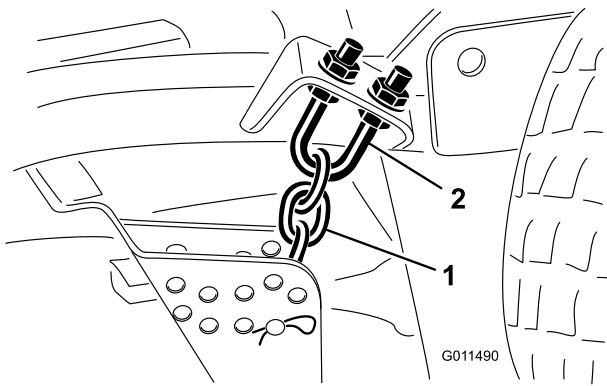

Bild 76
1. Lockern Sie die Klemmmuttern an der Ober- oder Unterseite des U-Bügels an der Schnitthöhenkette (Bild 76).